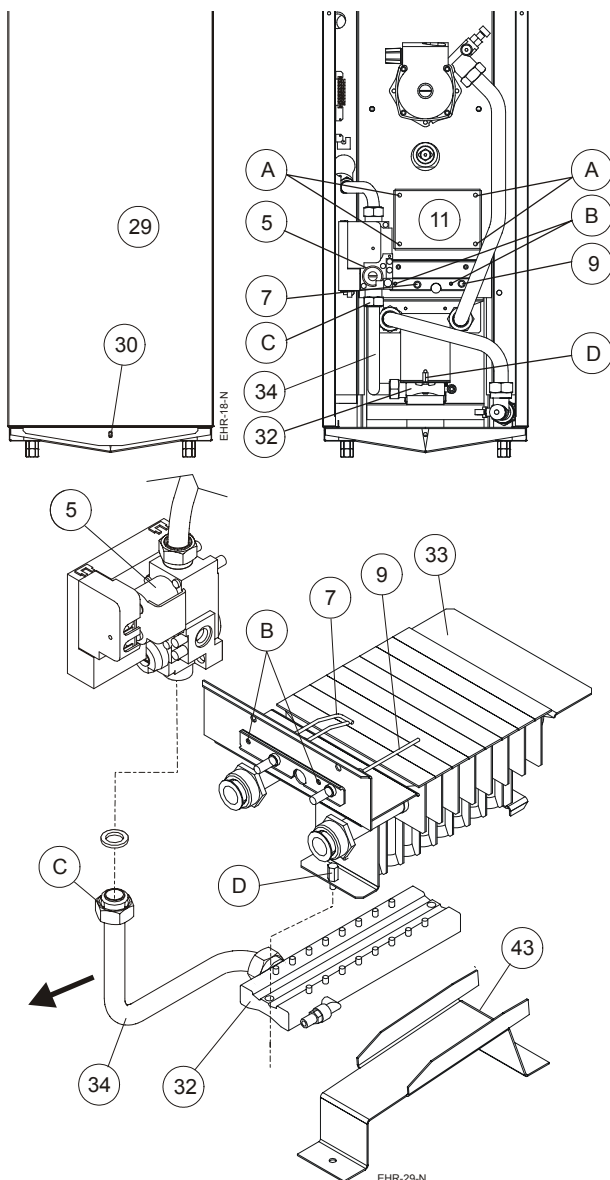

Fig. 31
- ▶ Verwijder de schroef (30) en open de deur van de cv-ketel (29).
16.2.1 Demontage van de brander (fig 31)
- ▶ Koppeling (C) van de gasbuis (34) losdraaien aan de uitgang van de gasblok (5).
- ▶ Bevestigingsschroef (D) van de brander (32) losdraaien.
- ▶ Verwijder de brander (32) door hem met de gastoevoerbuiss (34) naar voor te trekken.